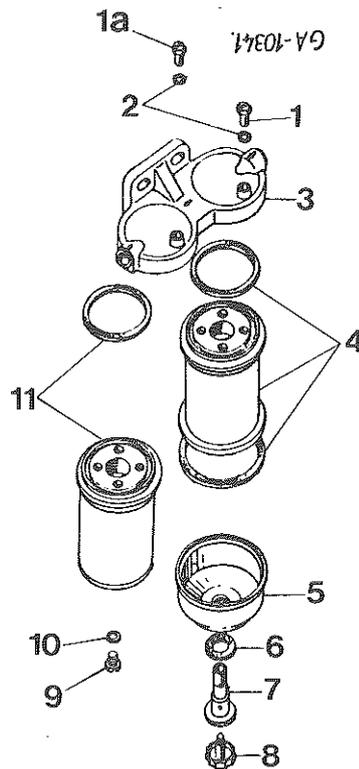

Figure 72
FILTRE PRIMAIRE «BOSCH» (4) Fig. 72
FILTRE FINAL «BOSCH» (11) Fig. 72